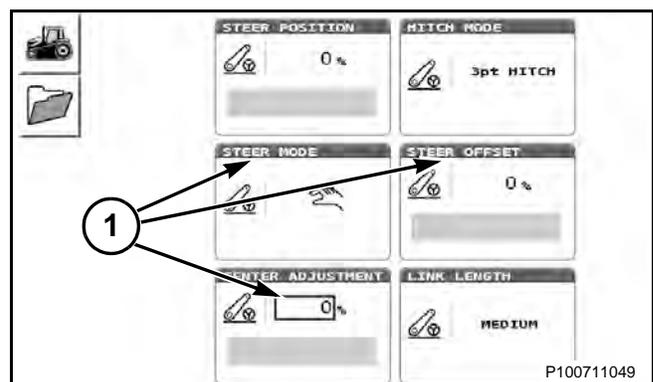

FIG. 175
FIG. 175: Para cambiar las selecciones de elementos (1), use el dial de control situado al lado del terminal, desplácese para resaltar la casilla seleccionada y presione el centro del dial de control. Use el dial de control para desplazarse hacia arriba y abajo de modo de seleccionar la información y a continuación presione el centro del dial de control.